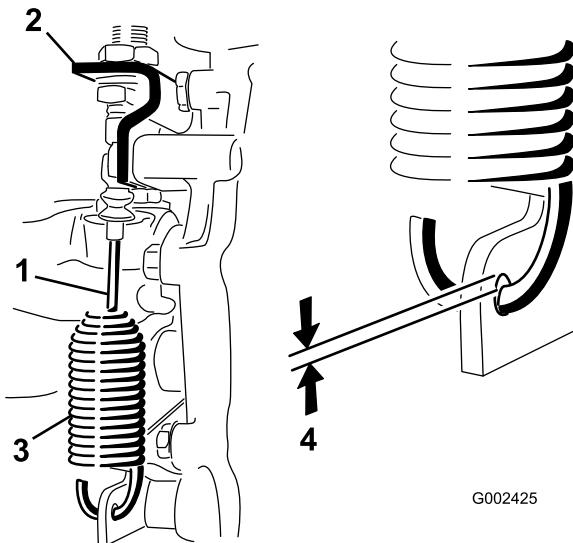

Figure 51
1. Enlevez l'axe de chape qui fixe le câble de gamme haute/basse à la boîte-pont (Figure 51).
2. Desserrez les écrous de blocage qui fixent le câble de blocage du différentiel au support de la boîte-pont (Figure 51).